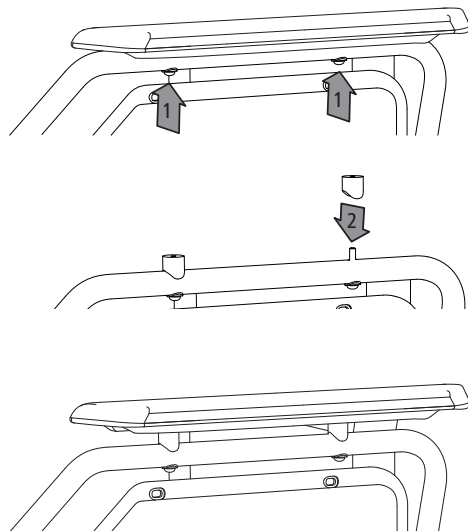

Abb. 36
1. Lösen Sie die Schrauben (1, Abb. 36) mit denen die Armauflage am Rahmen befestigt sind.
2. Anschließend entfernen Sie die Armauflage vom Rahmen und setzen beide Höhenadapter auf die Bohrlöcher (2, Abb. 36) der Armauflagen am Rahmen.